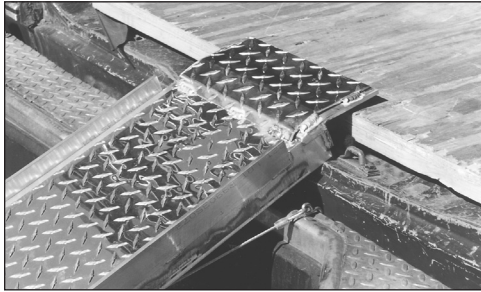

FIG. 1
1. Positionner la rampe correctement à l'arrière du véhicule (Figure 1).